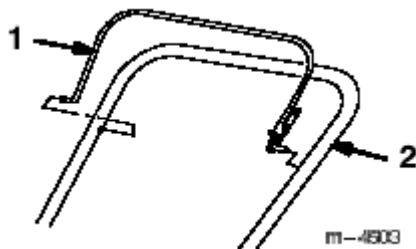
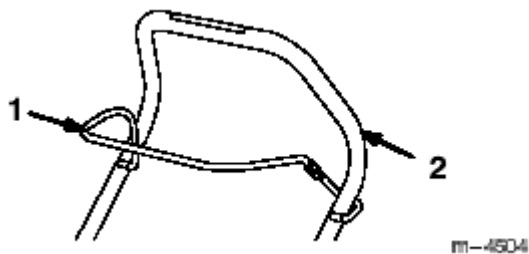

图4
图5
- 2、安控制杆于上部如图4（针对38428和38429型的吹雪机）和图5（针对38441和38442型的吹雪机）。（图4和图5）。